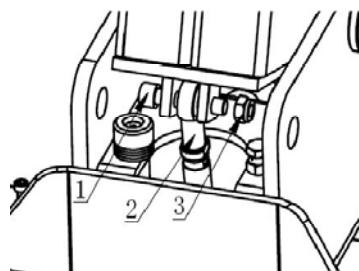

Рис. 8-5
3. Соедините колонну с цилиндром отклонения колонны: совместите отверстие (рис. 8-5, поз.2) на конце штока цилиндра с проушинами в нижней части колонны.
4. Используйте шестигранный ключ на 10, чтобы вставить болт M12x50 (рис. 8-5, поз.1) в проушину, как на рис. 8-5. Соедините колонну и шток цилиндра отклонения, затем зафиксируйте болт гайкой (рис. 8-5, поз.3).